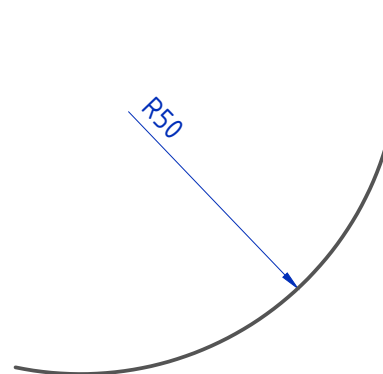

рисунок 26
5.7.21 Если не требуется указывать размеры, определяющие положение центра дуги окружности, то размерную линию радиуса допускается не доводить до центра и смещать ее относительно центра (см. рисунок 26).